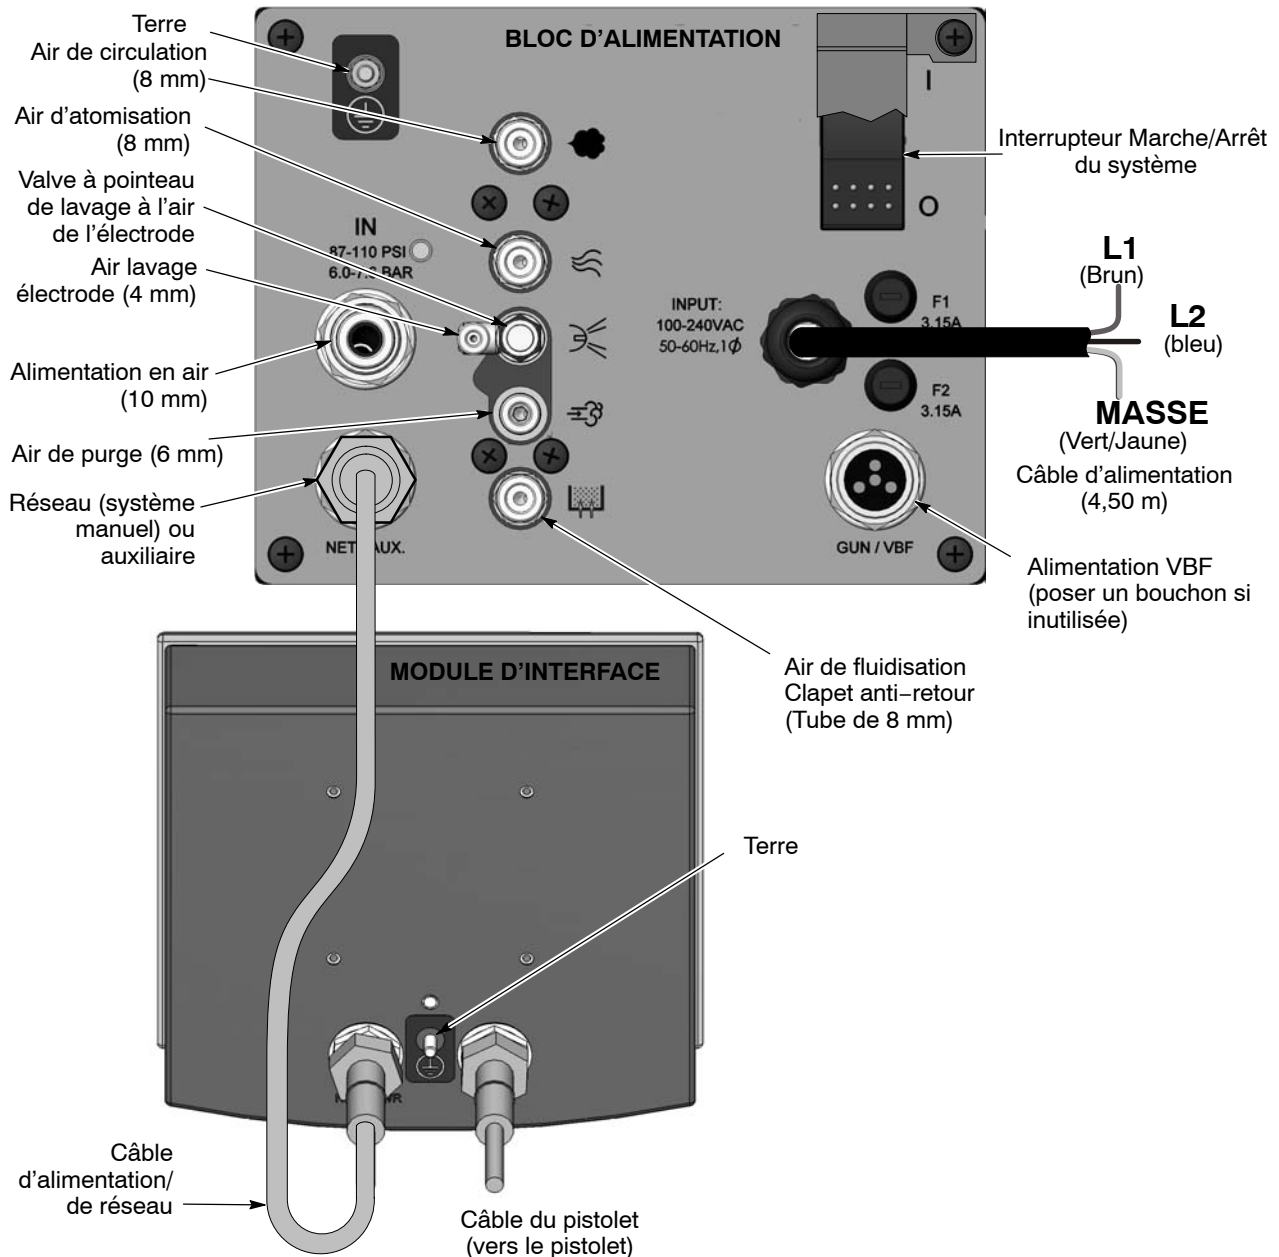

Fig. 2-3 Branchements du contrôleur de pistolet Encore
1. Voir la figure 2-3. Raccorder le câble à la prise du module d'interface. La fiche et la prise sont munies d'un détrompage.